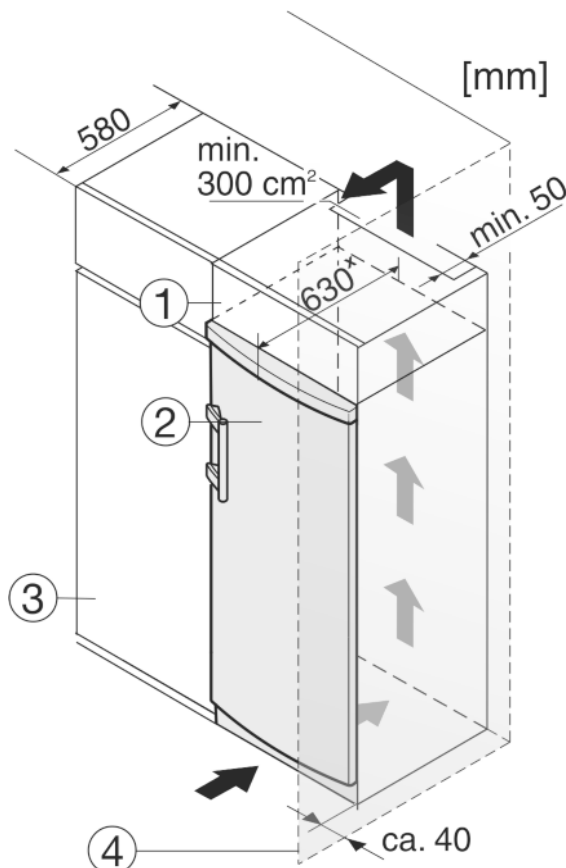

Fig. 9
- (1) Nadstavná skrinka
- (2) Zariadenie
- (3) Kuchynská skriňa
- (4) Stena
Zariadenie môže byť vstavané do kuchynského zariadenia. Aby sa zariadenie Fig. 9 (2) prispôbilo výške kuchynskej linky, môže sa nad zariadením umiestniť príslušná nadstavná skrinka Fig. 9 (1).
Pri vstavaní s kuchynskými skriňami (hĺbka max. 580 mm) je možné zariadenie inštalovať priamo vedľa kuchynskej skrine Fig. 9 (3). Zariadenie vyčnieva nabok 34 mm* a v strede zariadenia 50 mm* oproti prednej časti kuchynskej skrine.
Ak je zariadenie umiestnené so závesmi vedľa steny Fig. 9 (4), musí vzdialenosť medzi zariadením a stenou činiť minimálne 40 mm. To zodpovedá presahu držadla pri otvorených dverách.